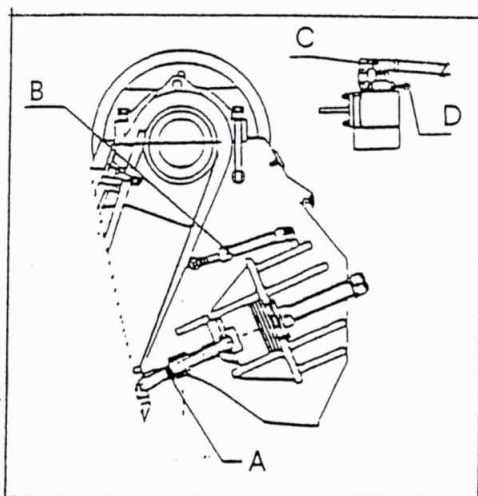

fig. 6
La valvola (fig. 6/A) ha la funzione di proteggere la struttura del frantoio in caso di sollecitazioni che possono danneggiarlo, oltre che di trasmettere il moto oscillatorio imposto dall'eccentrico come ginocchiera. Deve essere sostituita quando l'usura di ciascuna delle superfici di appoggio raggiunge i 30 mm per parte (rispetto alla misura originaria della valvola). Non necessita di lubrificazione negli appoggi ma solo di pulizia periodica. Le sedi su cui appoggia sono eseguite in materiale ad alta resistenza superficiale.
- montare il cilindro idraulico (fig.6/B) e collegarlo alla pompa (fig.6/C) tramite i tubi flessibili;
- ruotare il selettore verso destra (fig.6/D) ed azionare la pompa in modo che il cilindro spinga in avanti il gruppo oscillatore quel tanto che basta per sorreggerlo;
- rimuovere il cilindro idraulico fig. 6/B.